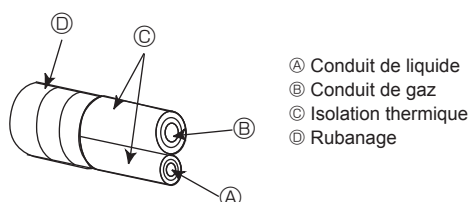
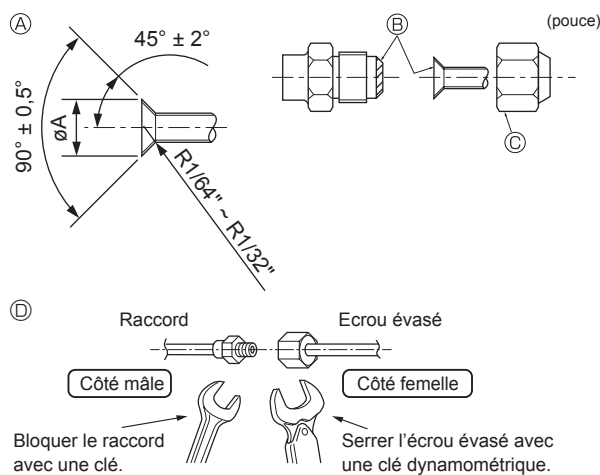

Fig. 4-5
Fig. 4-6
A (Fig. 4-6)
4.3. Connexion des tuyaux (Fig. 4-5) (Fig. 4-6)
[Fig. 4-6]